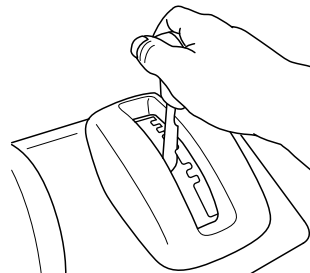

**Figura 20**
1. Para engranar la transmisión de tracción, apriete la palanca izquierda (tracción) hasta la empuñadura (Figura 20).